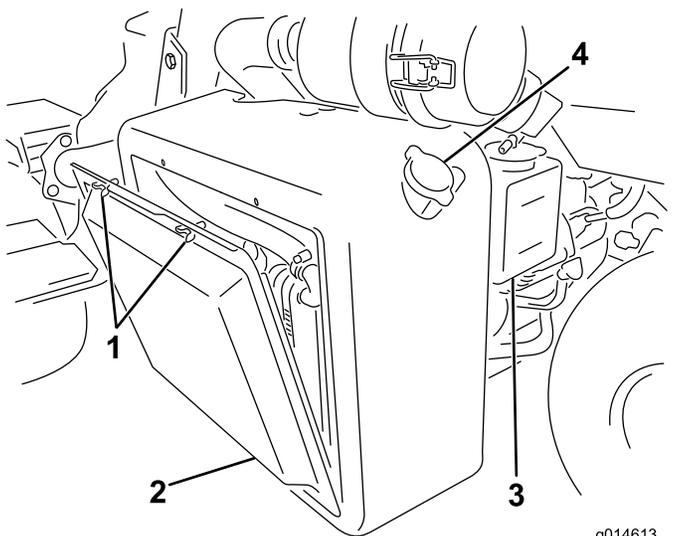
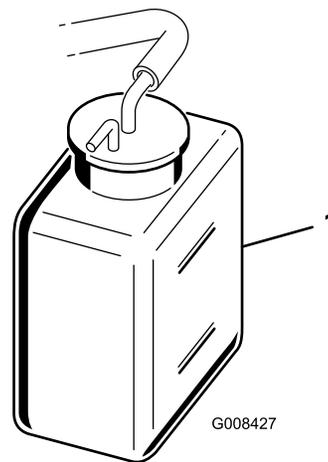

図 41
図 42
1. ラジエーターのスクリーンを外す 図 41。
2. 冷却液の量を点検する 図 41 と 図 42。